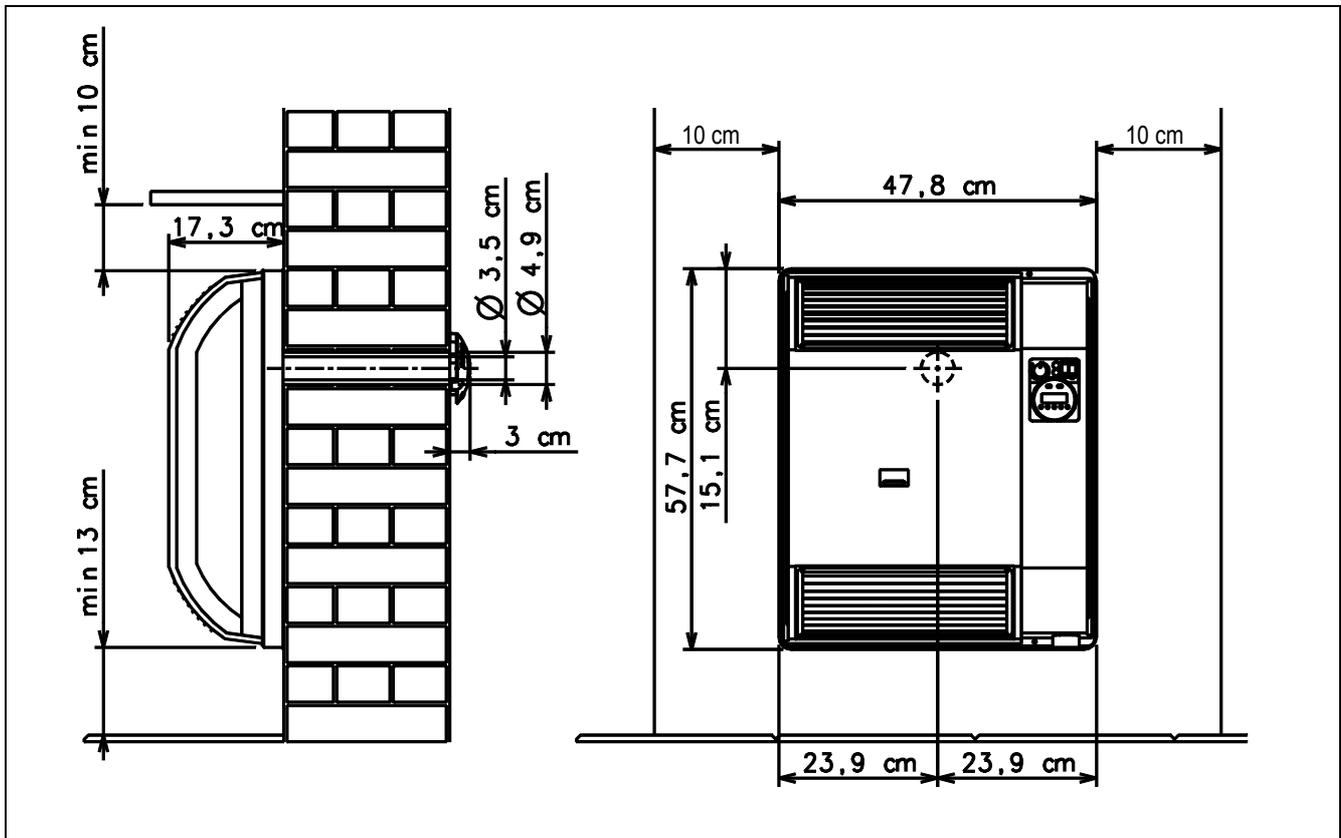
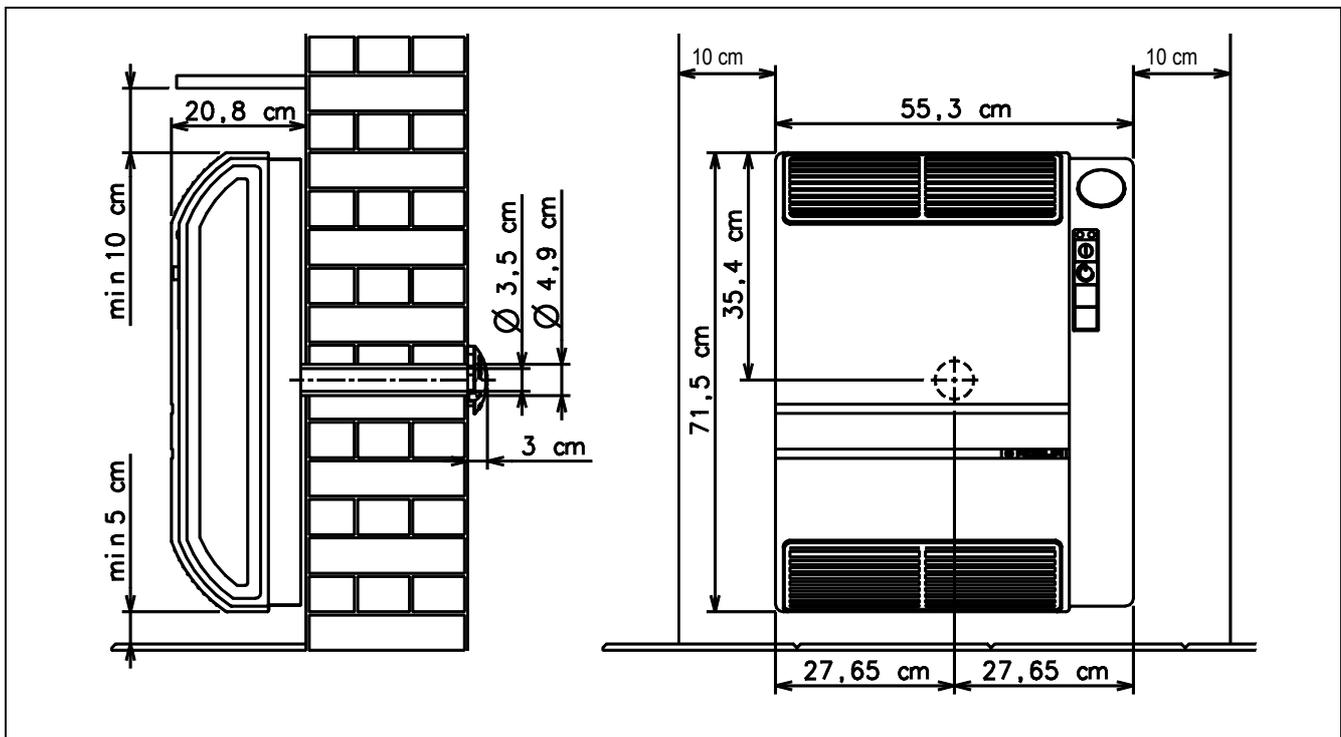
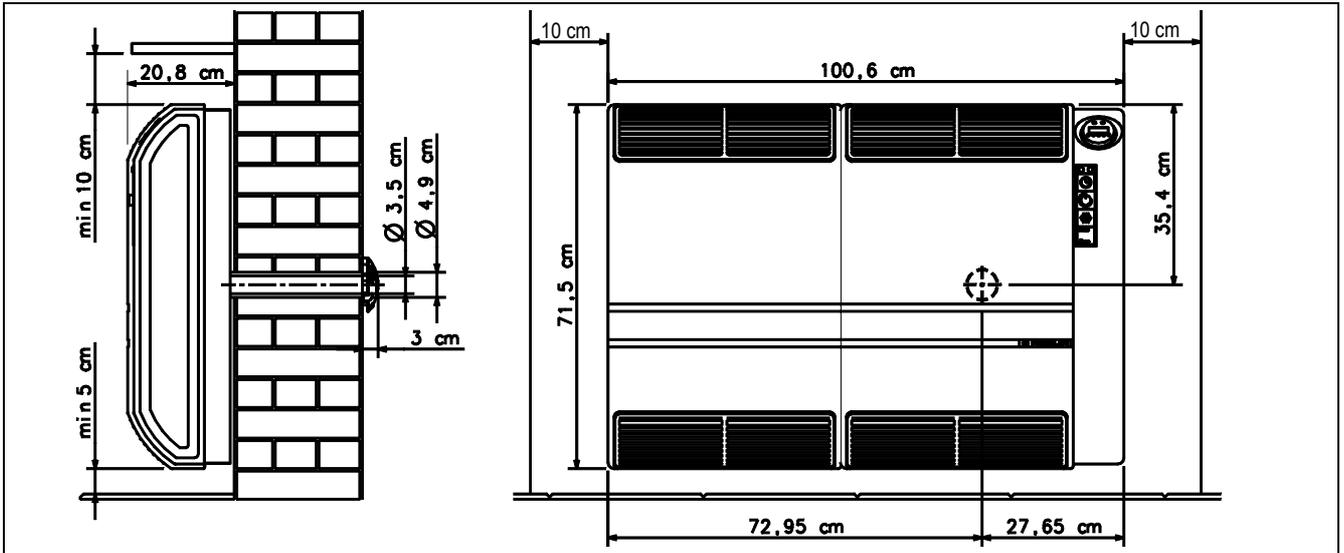

Abb. 1 - ÄUSSERE ABMESSUNGEN UND MONTAGEREAUM FÜR MODELLE 3001-3002
Abb. 2 - ÄUSSERE ABMESSUNGEN UND MONTAGEREAUM FÜR MODELLE 4001-4002-5001-5002
Abb. 3 - ÄUSSERE ABMESSUNGEN UND MONTAGEREAUM FÜR MODELLE 8001-8002
- Das Gerät muß im Raum an eine Außenwand bzw. in deren unmittelbaren Nähe installiert werden, so daß die Abstände wie in Abb. 1 für die Modelle 3001 u. 3002, wie in Abb. 2 für die Modelle 4001, 4002, 5001 u. 5002, und wie in Abb. 3 für die Modelle 8001 u. 8002 eingehalten werden, so daß für einen evtl. Eingriff noch genügend Raum vorhanden ist. Der vorgeschlagene Mindestabstand zum Fußboden beträgt 5 cm bzw. 13 cm je nach Modell (siehe Abb. 1, Abb. 2 u. Abb. 3). Es sollten 35 cm nicht überschritten werden da sonst eine ungenügende Wärmeverteilung im Raum erfolgen würde.